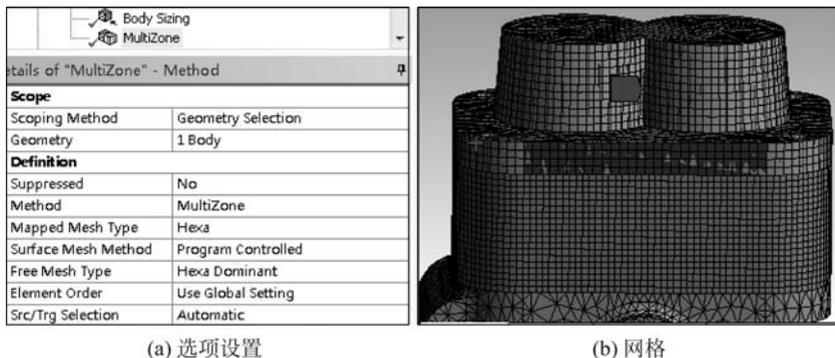

图 3.66 添加多区网格
(12) 如图 3.66 所示,右击 Mesh,添加 Method,选择 Part3 并将网格设置为 MultiZone,将 Free Mesh Type 设置为 Hexa Dominant,其余选项保持默认。